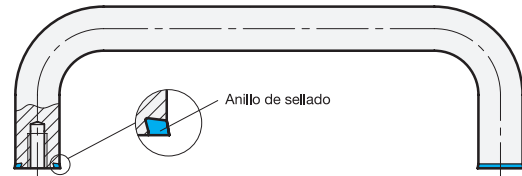

Fig. 1
- El asa en U solo debe usarse junto con la junta de sellado que se suministra con ella. La junta de sellado tiene forma cónica. Así pues, debe observarse que la posición de instalación sea correcta (Fig. 1).